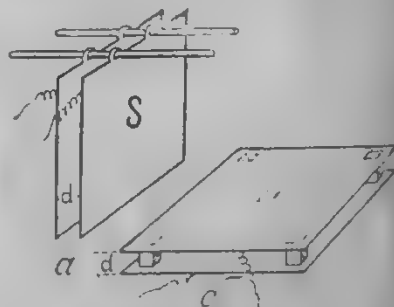

Рис. 10. Постройка точного временного эталона.
1) Если любитель может достать два железных, цинковых или латунных металлических листа, он их подвешивает, как показано на рис. 10-а, напр. к деревянным полкам или к подобным непроводящим опорам. Получается плоский воздушный конденсатор, у которого площадь обкладки легко и точно вычисляется, а толщина промежутка воздуха между листами может быть подобрана нужной величины в тоже измерена. Толщина подбирается такой величины (передвиганием одного из листов), чтобы емкость по формуле
Если листы подвесить трудно, можно один из них положить горизонтально на стол. Затем на этот лист кладутся пять кубиков из парафинированного дерева или иного изолятора. На кубики накладываются второй лист. Кубики должны быть маленькими и иметь высоту, равную вычисленной толщине конденсатора (см. рис. 10-б).